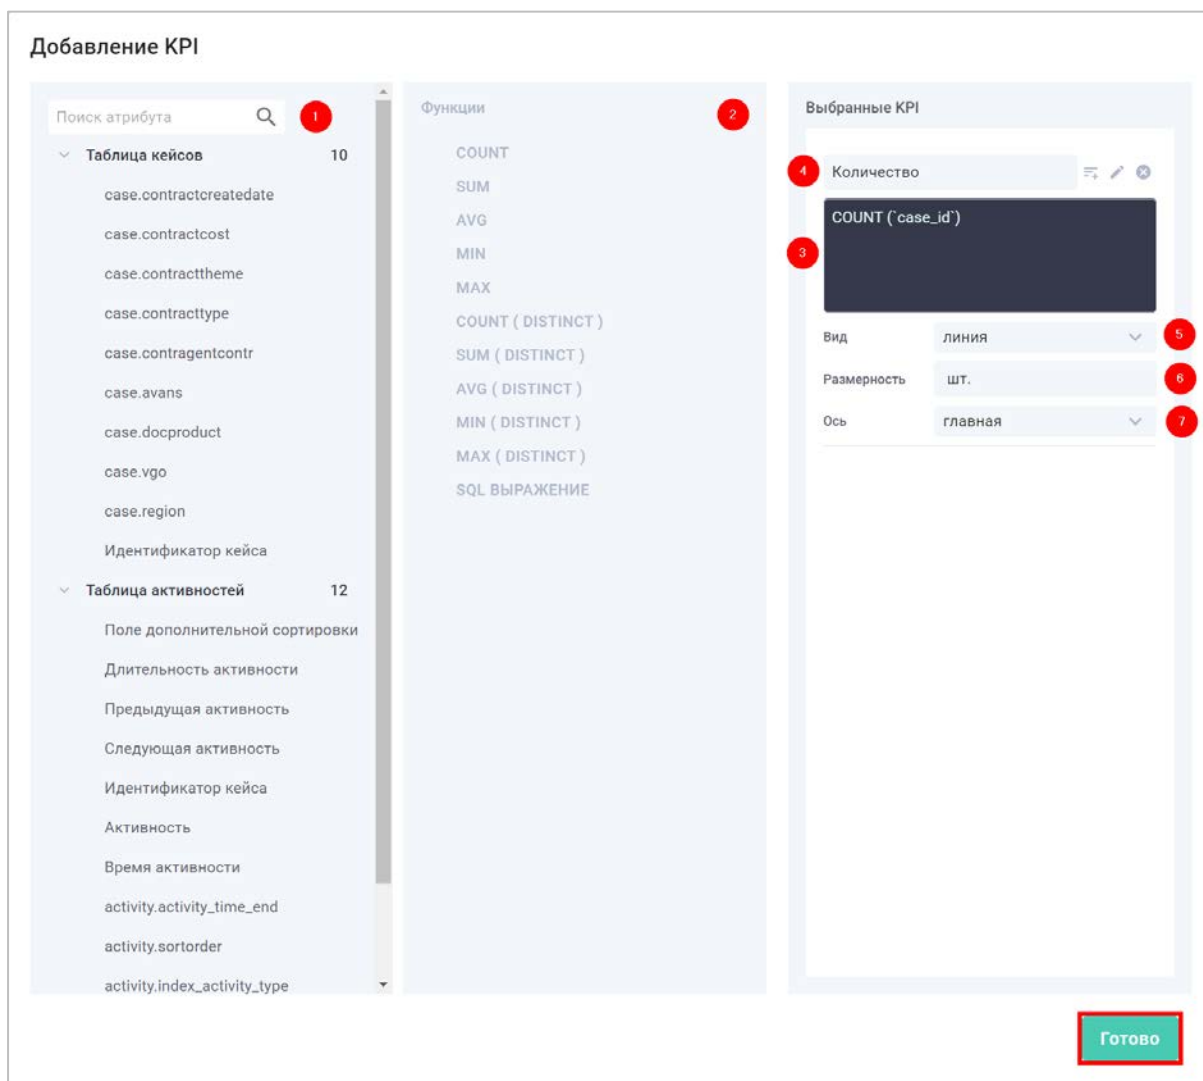

Рисунок 43. Настройка показателей/измерений
В открывшемся окне (Рисунок 43) необходимо выбрать требуемые атрибуты модели данных (1), агрегационные функции для Показателей (2) и нажать кнопку «Готово».